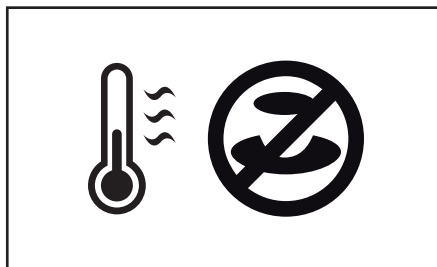

Рис. 4.9 — Пиктограммы "Блокировка нагрева" и "Блокировка разлива" Включение кофемашины
3. На дисплее будет мигать термометр и иконка "Блокировка разлива". (Рис. 4.9).